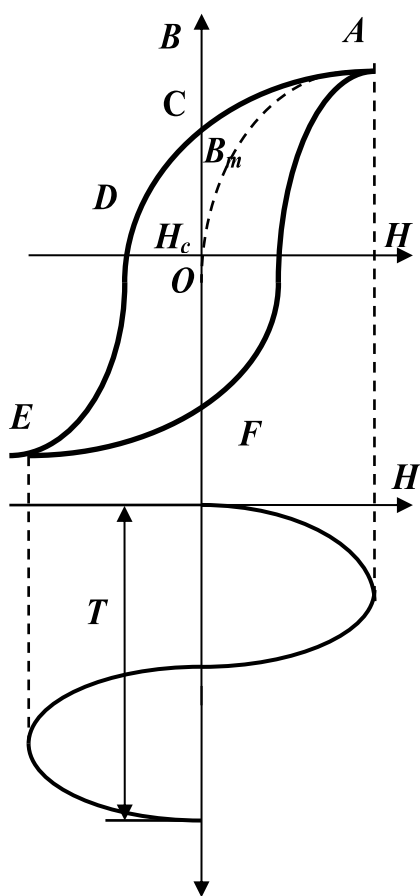

Рис. 4
3) для ферромагнетиков зависимость  $\mathbf{B}$  от  $\mathbf{H}$  не только нелинейна, но и неоднозначна:  $\mathbf{B}$  зависит еще и от истории намагничивания образца. Это явление называется магнитным гистерезисом (изменение  $\mathbf{B}$  отстает от изменения  $\mathbf{H}$ ). Из рис. 4 видно, что если после намагничивания ферромагнетика его попытаться размагнитить, то зависимость  $\mathbf{B} = f(\mathbf{H})$  пойдет не по кривой  $AO$ , а по кривой  $ACD$ . Отрезок  $OC$  характеризует остаточную намагниченность образца  $B_m$ . Для того чтобы размагнитить образец, магнитное поле  $\mathbf{H}$  надо направить в противоположную сторону. Кривая пойдет по пути  $CD$ . Точка  $D$  соответствует значению  $H_c$  - коэрцитивной силе образца. Это та напряженность обратного магнитного поля, которая размагничивает образец. Замкнутая кривая  $ACDEFA$  называется петлей гистерезиса. Если точка  $A$  соответствует насыщению образца, ее называют предельной петлей гистерезиса.  $T$  - период изменения поля  $\mathbf{H}$ ;